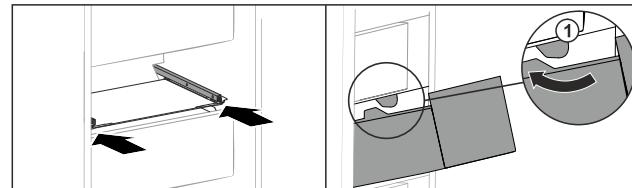

Fig. 100
- Schubfach um die Stopper Fig. 100 (1) herumführen.